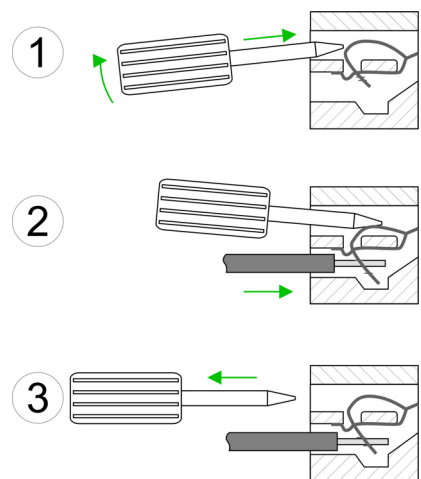

Abb. 8-3: Verdrahten
- 1 | Stecken Sie den Schraubendreher leicht schräg in die rechteckige Öffnung (siehe Abb. 8-3: "Verdrahten" 1).
- 2 | Drücken und halten Sie den Schraubendreher entgegengesetzt zur runden Öffnung. Die Kontaktfeder ist geöffnet (siehe Abb. 8-3: "Verdrahten" 2).
- 3 | Führen Sie den abisolierten Draht durch die runde Öffnung (siehe Abb. 8-3: "Verdrahten" 2).
- 4 | Entfernen Sie den Schraubendreher (siehe Abb. 8-3: "Verdrahten" 3).